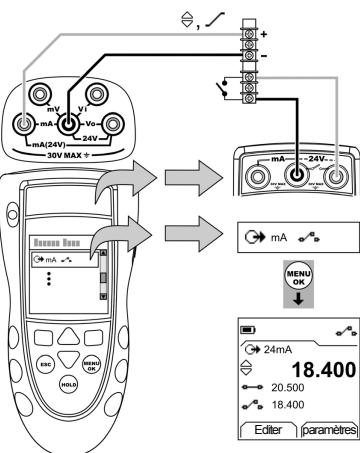

Figure 5 : Exemple de configuration - Test de contact
1. Connecter l'instrument (Figure 5) et, si nécessaire, régler la Configuration (Tableau 1).